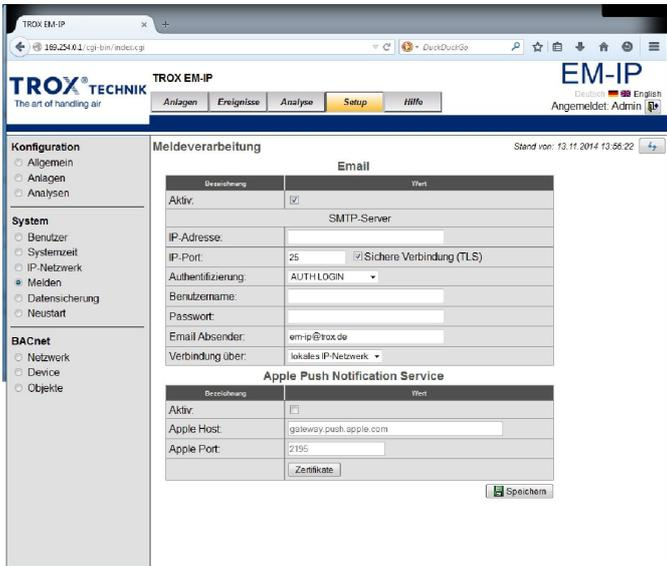

Abb. 32: Meldeverarbeitung
- ⇒ Das Menü „Meldeverarbeitung“ (Abb. 32) wird geöffnet.